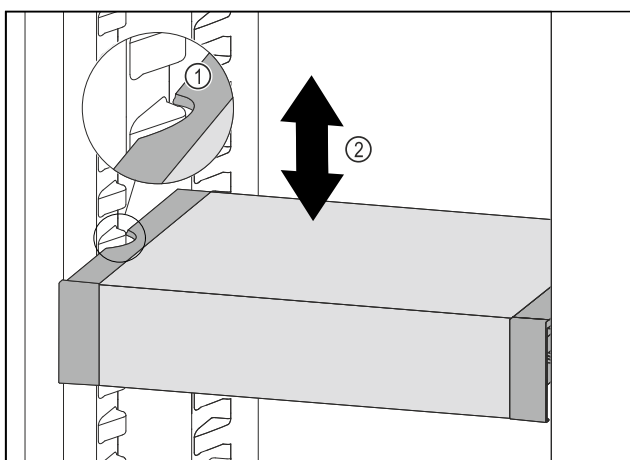

Fig. 155
- ▶ Táhněte VarioSafe dopředu, dokud nebudou boční vybrání VarioSafe na úrovni žebrování na nádoby v chladniče. Fig. 155 (1)
- ▶ Posouvejte VarioSafe v chladniče nahoru nebo dolů, dokud nedosáhnete požadované výšky. Fig. 155 (2)